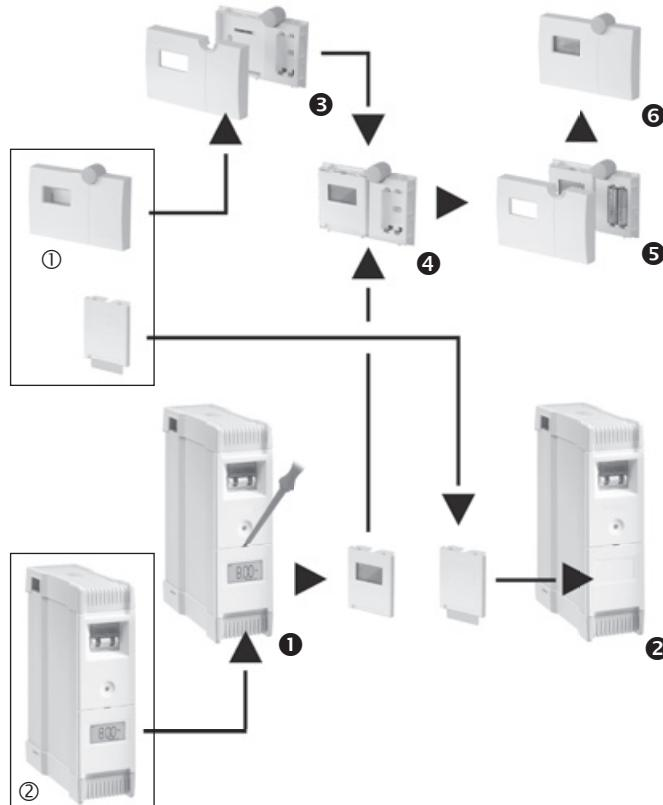

Fig. 2: Installare il display del dispositivo di monitoraggio sul display remoto.
Per utilizzare il display remoto ① (Fig. 2) il display del dispositivo di monitoraggio ② deve essere inserito nel display remoto. Prima di compiere tale intervento, il display deve essersi trovato nel dispositivo di monitoraggio al momento della prima accensione.